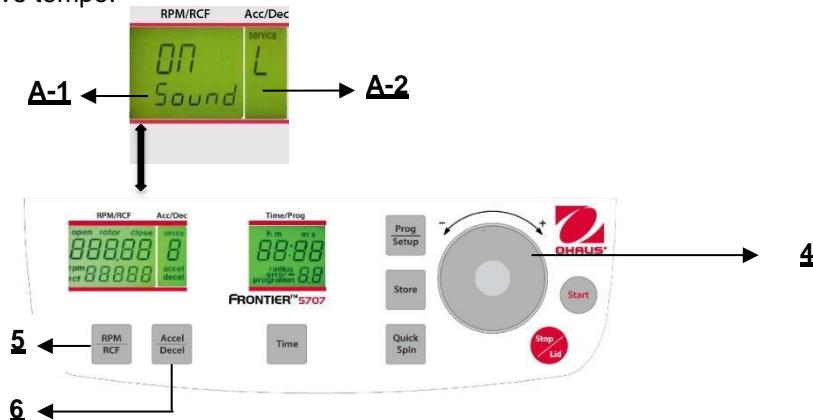

Figura. 29
Procedere come descritto al punto 4.1.2 per inserire questa modalità programma e poi premere il tasto "Accel/Decel" (6). Sul display "Acc/Dec" (A-2) lampeggia la parola "Service". Selezionare adesso la lettera "L" con la quadrante di regolazione (4). Di conseguenza, compaiono le parole "On Sound" sul display "RPM/RCF" (A-1). Se adesso si preme il tasto "RPM/RCF" (5), lampeggia la parola "On" e si può disattivare la suoneria, con la quadrante di regolazione(4) (Vedere figura 29).